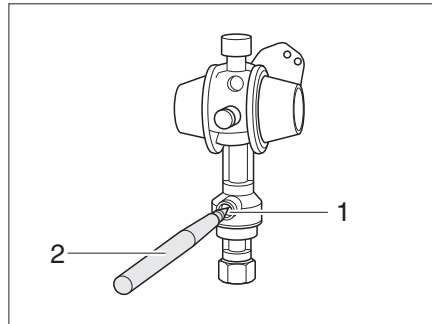

Fig. 144 Crash-Sensor
El Crash-Sensor (Fig. 144) protege contra salida de gas involuntaria. Con un accidente o una inclinación demasiado extrema del vehículo, el suministro de gas es interrumpido automáticamente.
- Presionar con un pasador (Fig. 144,2) el botón de desbloqueo (Fig. 144,1) varios segundos.